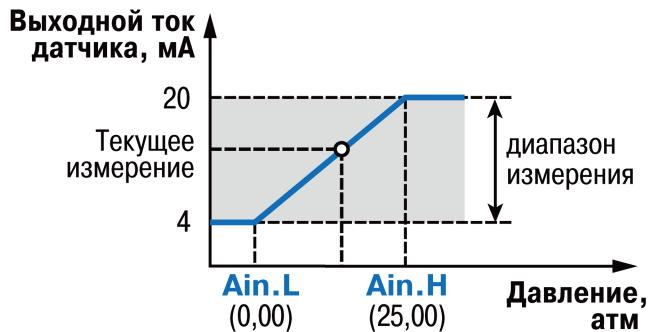

Рисунок 3.5 – Пример задания диапазона измерения активного датчика
- Пример. При использовании датчика с выходным током 4...20 mA, контролирующего давление в диапазоне 0...25 atm., в параметре **Ain.L** задается значение 00,00, а в параметре **Ain.H** – значение 25,00 (см. рисунок 3.5). После этого обработка и отображение показаний будет производиться в атмосферах.